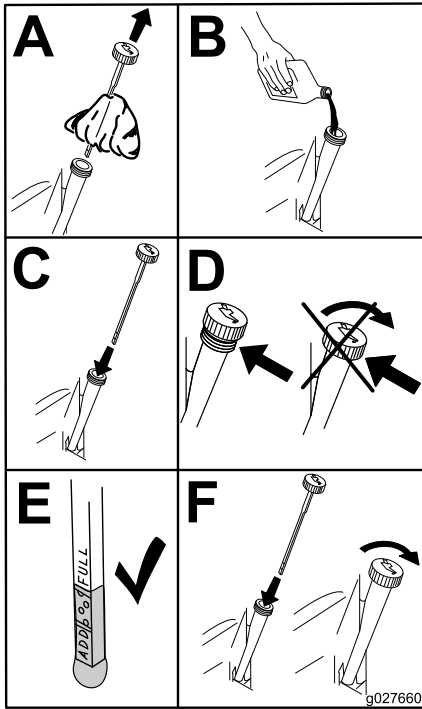

Figure 47
4. Versez lentement environ 80 % de l'huile spécifiée dans le tube de remplissage, puis faites l'appoint lentement jusqu'à ce que le niveau atteigne le repère maximum (FULL) (Figure 47).